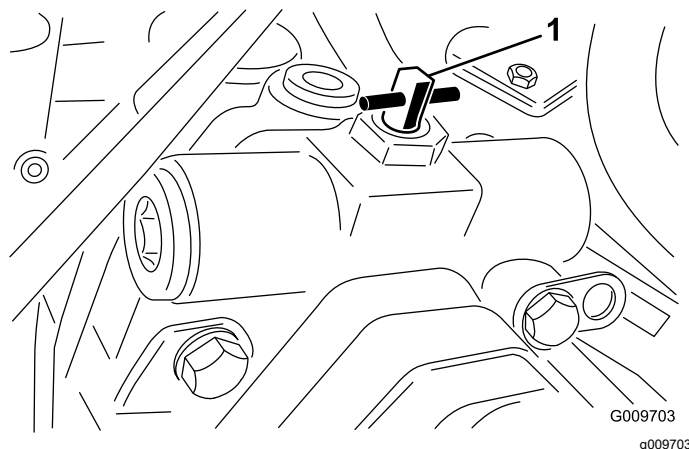

Рисунок 41
3. Поверните перепускной клапан на 90° (¼ оборота) в любом направлении, чтобы открыть его и обеспечить внутренний перепуск масла (Рисунок 41).
2. Поверните перепускной клапан на 90° (¼ оборота) в любом направлении, чтобы открыть его и обеспечить внутренний перепуск масла (Рисунок 41).